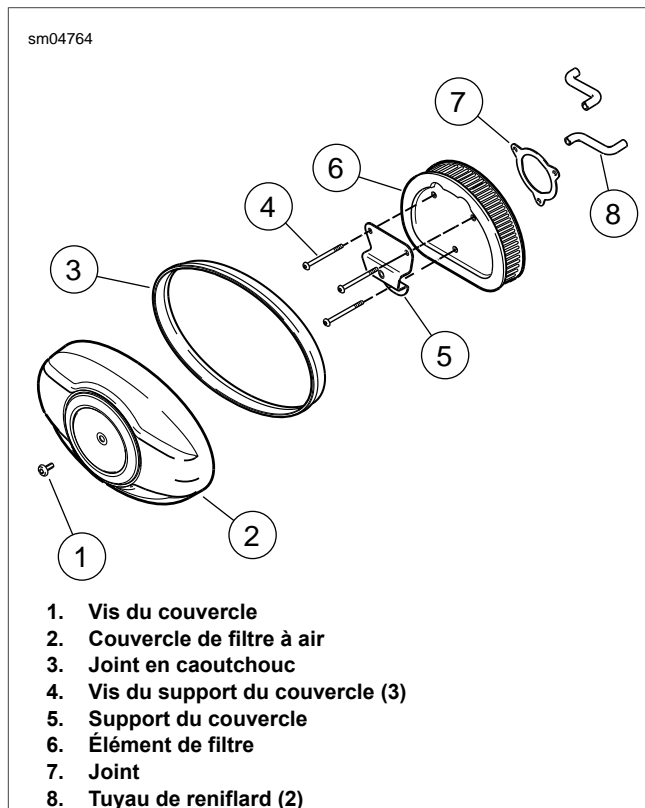

Figure 1-5. Ensemble de filtre à air
1. Voir Figure 1-5. Retirer la vis (1) et le couvercle de filtre à air avec le joint caoutchouté (3).
2. Retirer les trois vis (4) afin de libérer le support du couvercle (5) de l'élément de filtre.
3. Enlever l'élément de filtre (6) en tirant sur les deux tuyaux de reniflard (8) pour les sortir des trous sur le côté intérieur.
4. Enlever et jeter le joint (7).